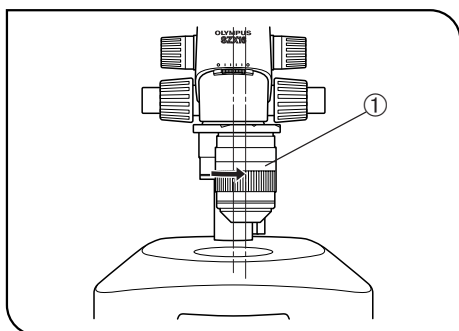

Fig. 30
1. Gire el objetivo deseado ① a la derecha (15°) hasta la posición de clic para la trayectoria de luz de fotografía. (Fig. 30)